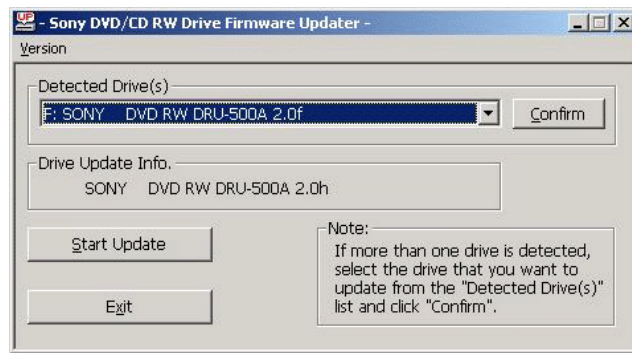

图 5.32
- (1) 注意 DVD 刻录机和 DVD 空白光盘的兼容性。
- (2) 注意 DVD 刻录机的资料传输方式。
- (3) 及时更新 DVD 刻录机的 Firmware（如图 5.32 所示）。
- (4) 选择合适的刻录速度，在首次使用新品牌刻录盘的时候不要使用最高速度。